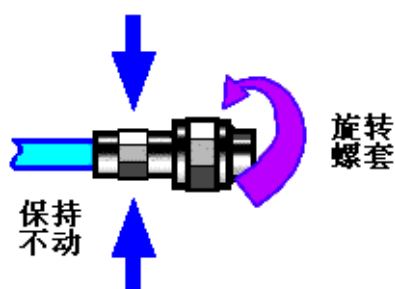

图 3.5 连接方法
**步骤 2.** 如图 3.5，将两个连接器平直地移到一起，使它们能平滑接合，旋转连接器的螺套（注意不是旋转连接器本身）直至拧紧，连接过程中连接器间不能有相对的旋转运动。